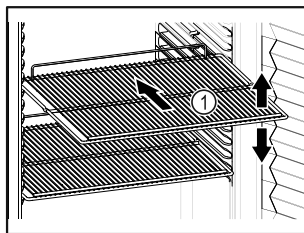

Fig. 61 Beispielhafte Darstellung
- Wenn Ablageflächen Fig. 61 (1) versetzbar sind, Ablageflächen je nach Höhe anpassen.